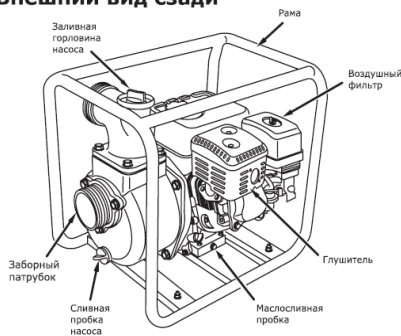

Рис. 1
(рис.1)
*\*примечание: рис.1 может отличаться от внешнего вида мотопомпы*